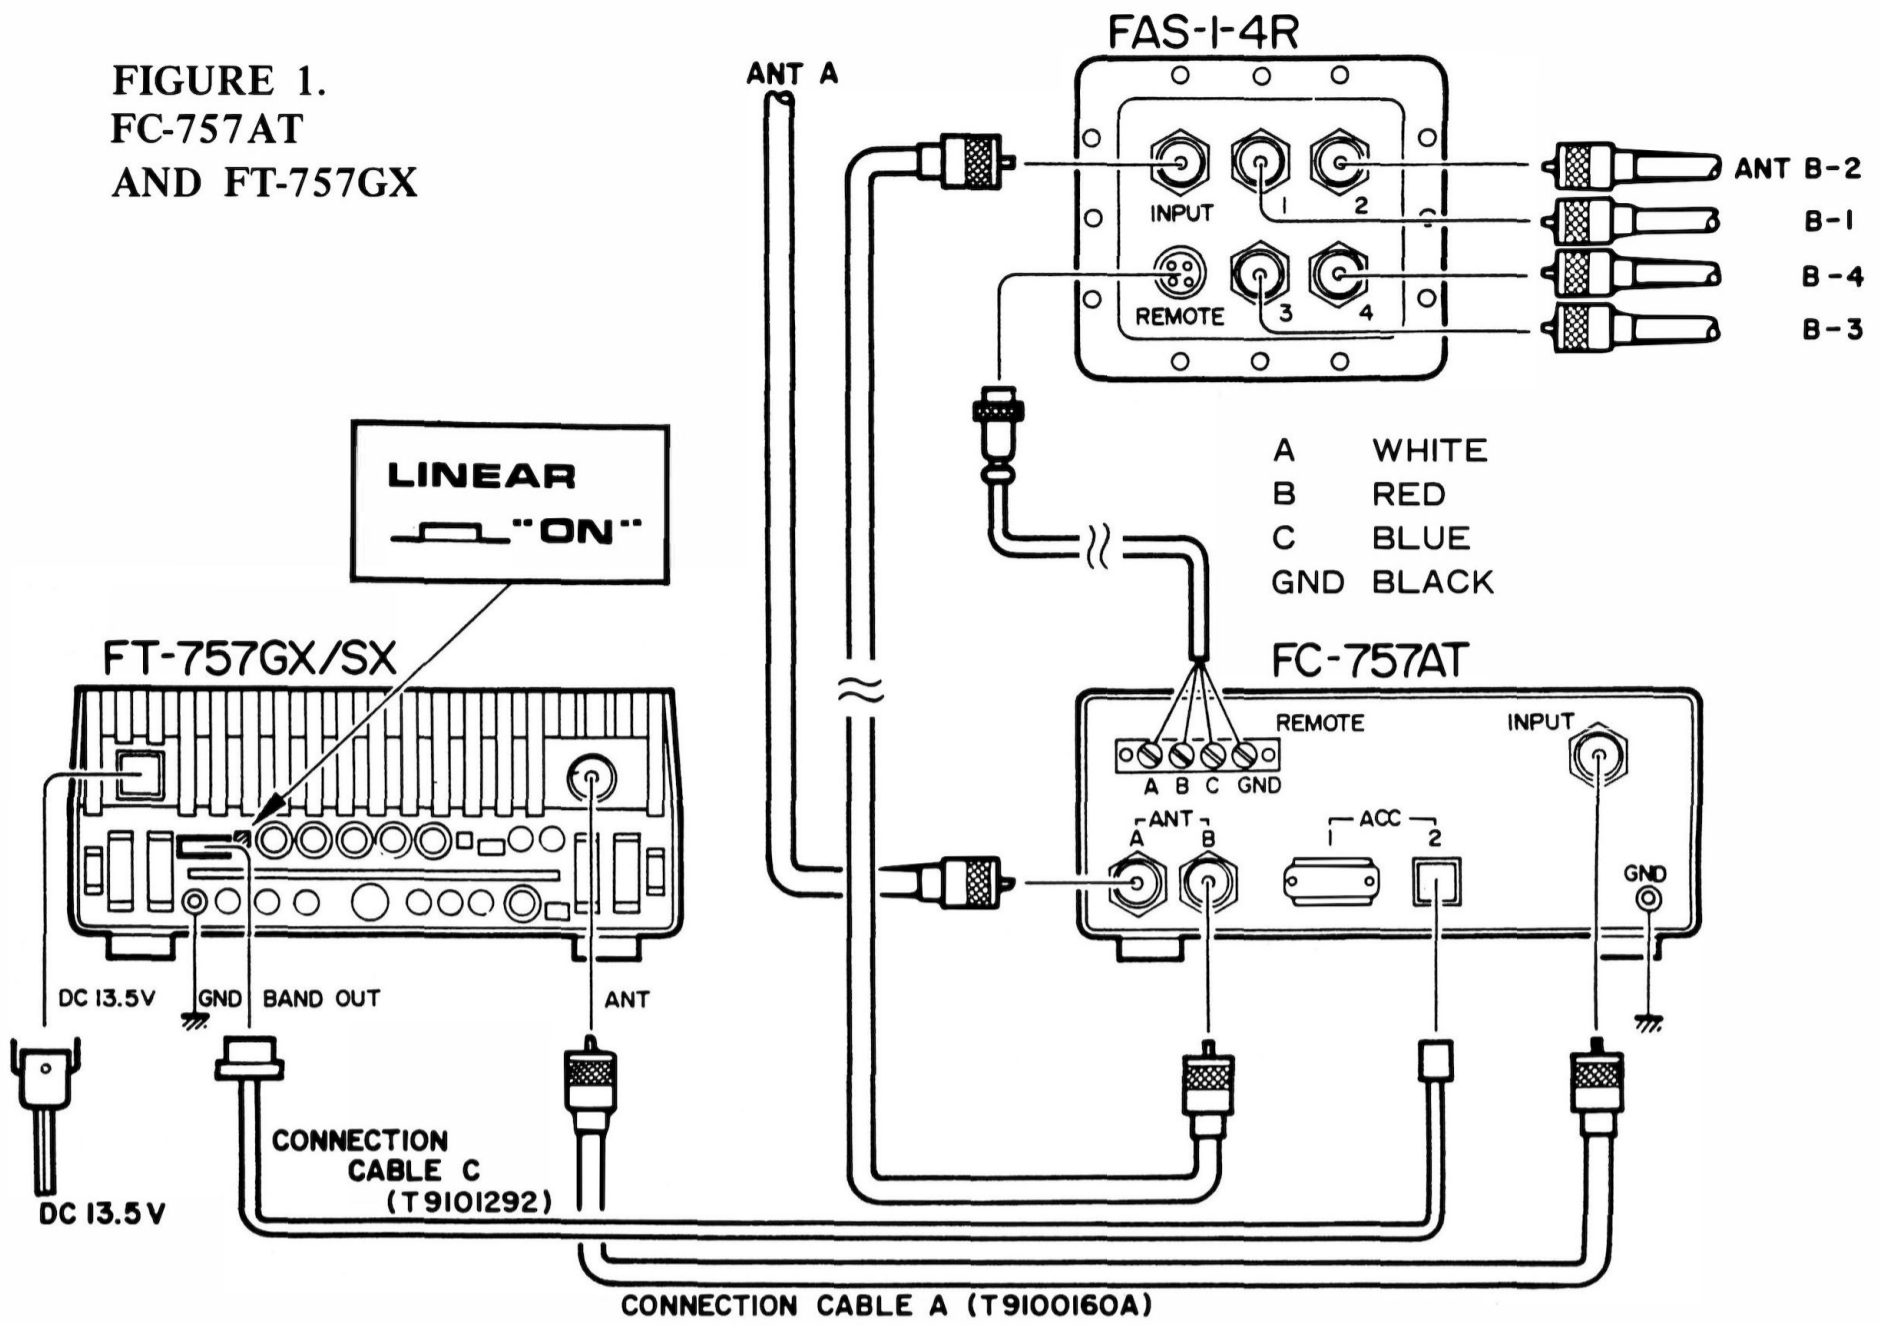

FIGURE 2.
2. Facendo riferimento alle figure 2 e 3 tagliare l'estremità più piccola di ciascuna guaina impermeabile alla dimensione corretta per assicurare una perfetta aderenza attorno ai cavi utilizzati uno per ciascuno cavo coassiale e uno per il cavo di controllo. Quindi far scorrere i manicotti sui cavi e saldare i fili ai connettori il cablaggio del cavo di controllo è indicato nella tabella 1.